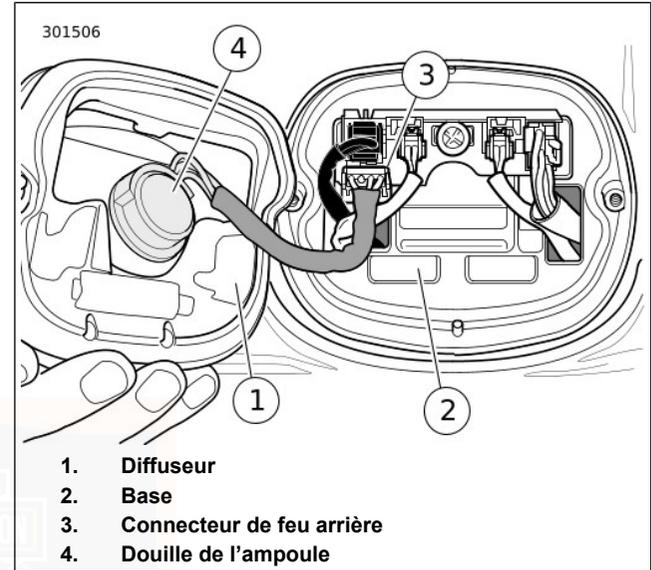

Figure 92. Ensemble du feu arrière
2. Voir Figure 92. Débrancher le connecteur du feu arrière (3).
3. Tourner la douille d'ampoule (4) d'un quart de tour dans le sens antihoraire et la retirer de l'ensemble de feu arrière. Déposer l'ampoule.
2. Voir Figure 92. Introduire la douille (4) dans l'ensemble de feu arrière. Tourner d'un quart de tour dans le sens horaire.
3. Attacher le connecteur de feu arrière (3).